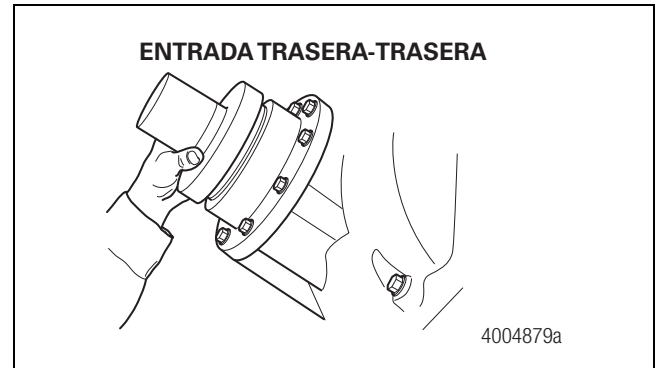

Figura 5.36
4. Instale el sello de entrada del eje trasero-trasero. Sujete el sello únicamente por el diámetro exterior. Coloque el sello en el impulsor de sello y alinear con la jaula de cojinete de entrada del eje trasero-trasero. Use un martillo de golpe amortiguado y el impulsor adecuado para instalar el sello en la jaula del cojinete. Figura 5.36.